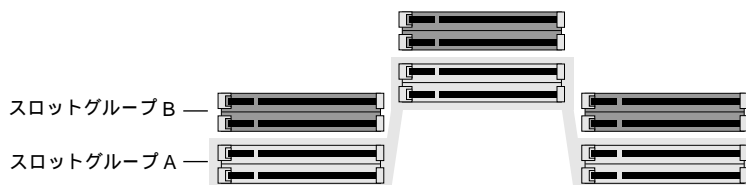

図 3-5 DIMM スロットグループの確認
5. DIMM スロットグループを確認します (図 3-5)。スロットグループ A は 12 個のスロットのうち下側半分の 6 スロットで構成されています。同様に、スロットグループ B は上側半分の 6 スロットで構成されています。